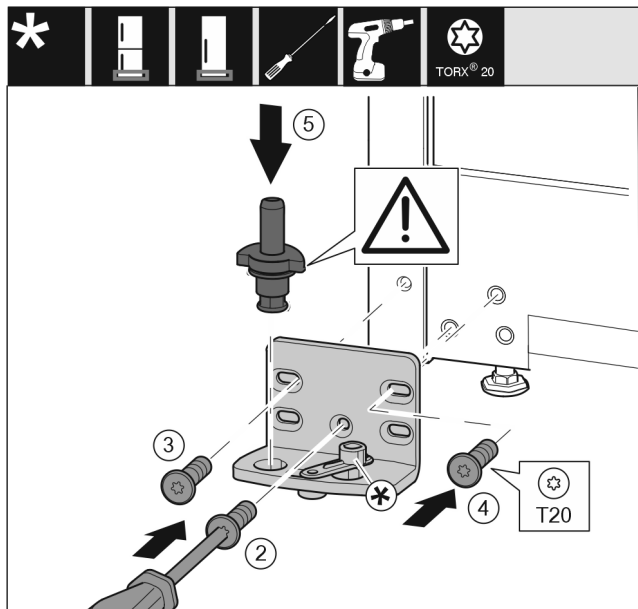

Fig. 16
- ▶ Поставете лагерната стойка от другата страна и я завийте с помощта на отвертка T20. Започнете с винт 2 долу в средата. Fig. 16 (2)
- ▶ Затегнете винт 3 и 4. Fig. 16 (3,4)
- ▶ Вкарайте изцяло лагерния болт. При това обърнете внимание на това, фиксиращата гърбица да сочи назад. Fig. 16 (5)